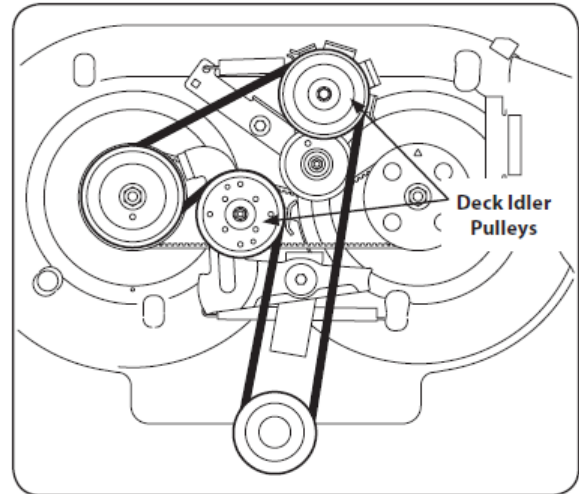

Figure 7-8
4. Desserrez, mais ne retirez pas, l'écrou et le boulon qui fixent chaque poulie tendeur de plateau. Consultez la Fig. 7-8.
6. Acheminez la nouvelle courroie comme illustré à la Fig. 7-8.